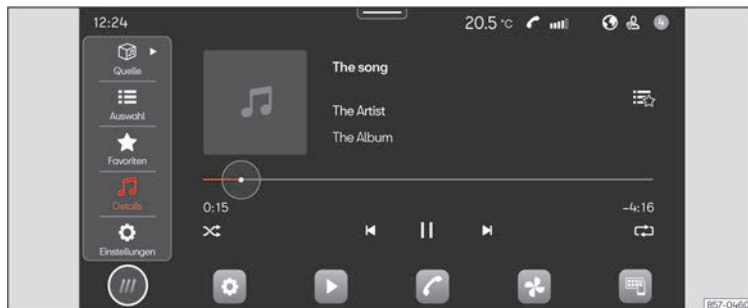

Abb. 163 Schematische Darstellung: Ansicht Medien.
- Drücken Sie **HOME** > ► ► ► **[Abb. 163]**.